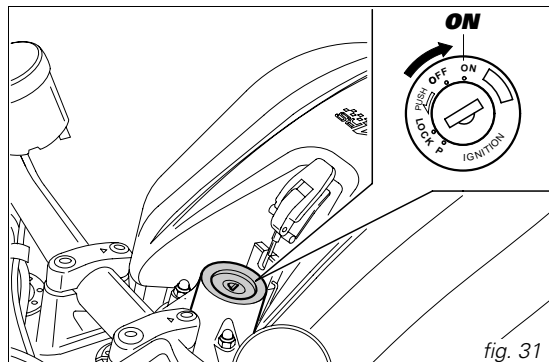

fig. 31
1) Tourner la clé de contact sur la position **ON** (fig. 31). Vérifier que le témoin vert **N** et le témoin rouge  sur le tableau de bord sont allumés.